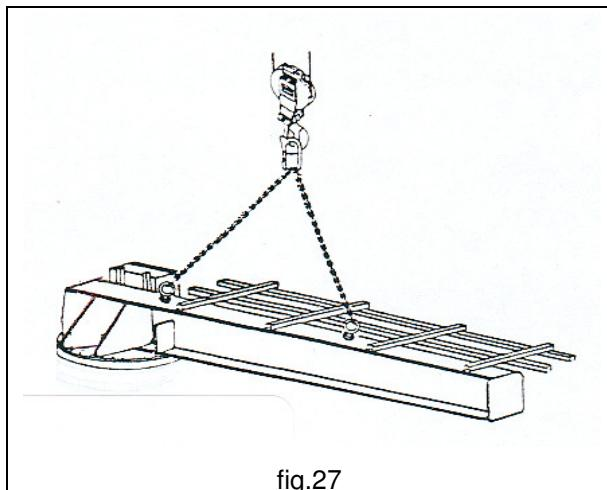

fig.27
2. Imbracare il braccio nei punti prefissati come indicato in (fig.27) e sollevarlo con i mezzi idonei allo scopo, ovvero gru a ponte o gru mobile e relative imbracature di portata e caratteristiche adeguate in relazione alla massa da movimentare, avendo cura di mantenere la trave di scorrimento orizzontale rispetto al suolo. Fare attenzione a non danneggiare il quadro elettrico di comando e l'impianto di alimentazione a festoni (canaline, cavi, ecc.) che, generalmente, sono già montati sul braccio.